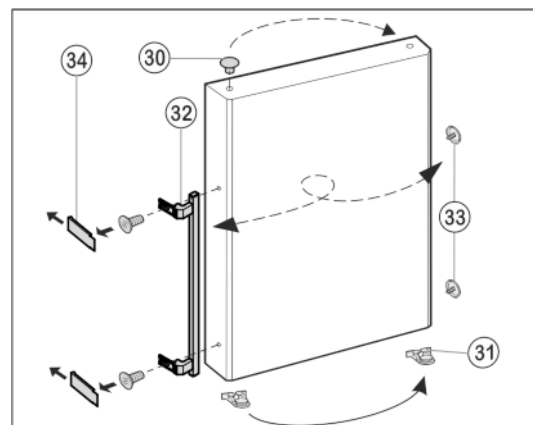

Fig. 11
- ▶ Enlever le bouchon Fig. 11 (30) du coussinet de la porte et le permuter de l'autre côté.
- ▶ Démontez la poignée de porte *Fig. 11 (32)*, les bouchons *Fig. 11 (33)* et les plaques d'appui* *Fig. 11 (34)* et les permuter sur le côté opposé.